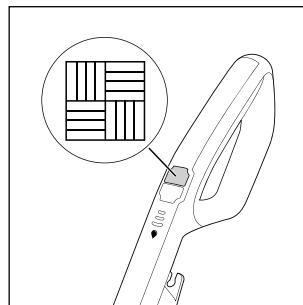

Fig. 13
- ◆ Appuyez sur l'interrupteur sol dur  14 pour allumer l'appareil (voir fig. 13). La LED de l'interrupteur sol dur  14 s'allume en bleu.
- ♦ Appuyez à nouveau sur l'interrupteur sol dur  14 pour éteindre l'appareil (voir fig. 13).